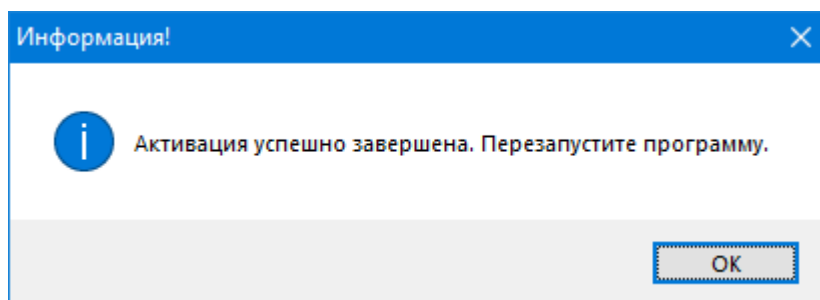

Рисунок 4.7
3) после нажатия кнопки **Открыть** отобразится информационное окно об успешном завершении активации и необходимости перезапуска программы (см. рисунок 4.7);